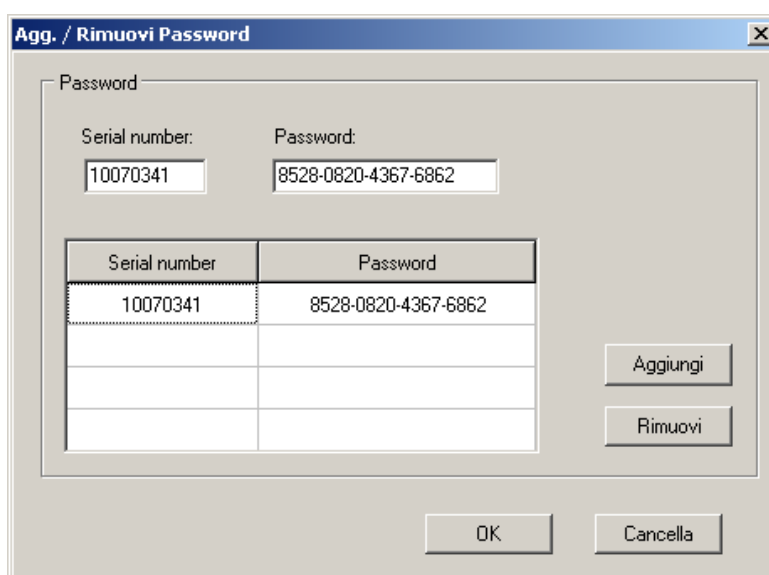

Fig. 48: Inserimento password iniziale
7. Selezione il comando “**Config → Password...**”, inserire il numero di serie dello strumento e la password (indicata sull’etichetta del CD-ROM fornito in dotazione) e confermare con “Aggiungi” (vedere Fig. 48)